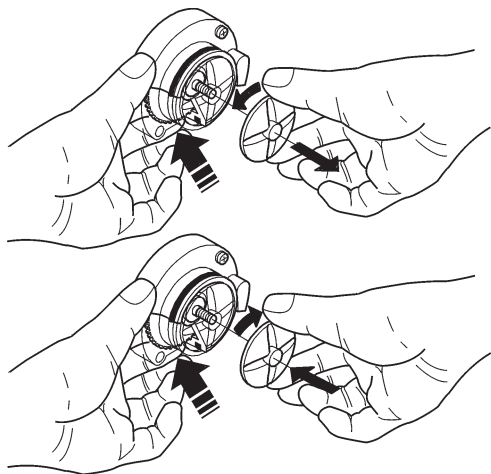

Fig. 30
- per smontare le ventoline è sufficiente bloccare con un dito (vedi fig. 30) il disco montato sull'albero del motofrullatore, quindi ruotare le ventolina svitandola.